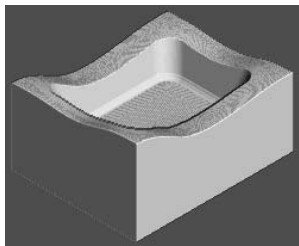

图 3-46 仿真加工结果 5
2) 在“仿真”工具栏的“当前刀具路径”下拉列表中选择要模拟的刀具路径 finish2, 然后单击“执行”按钮, 系统开始自动仿真加工, 仿真加工结果如图 3-46 所示。